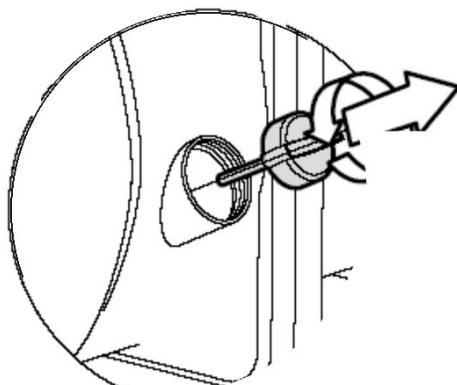

FIG. 7 — Bujão de drenagem da bomba
Depois do trabalho, se houver risco de geada ou se a bomba for guardada, esvazie-a pelo bujão de drenagem (FIG. 7).
- 2) Para esvaziar a bomba, retire o bujão de drenagem situado na parte inferior do corpo da bomba, deixe sair a água e volte a colocá-lo com a respetiva junta (FIG. 7).